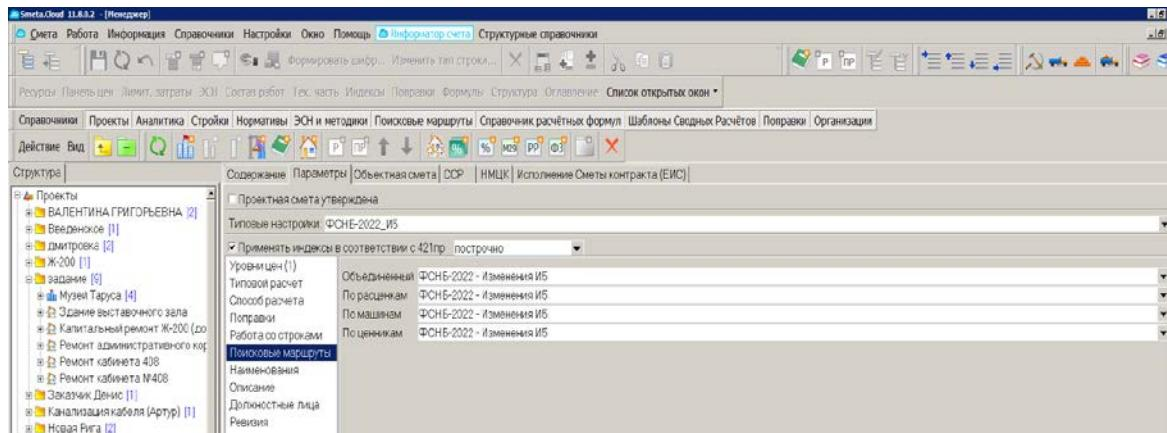

Рис. 9. Проверка поискового маршрута
- необходимо проверить на вкладке «Поисковые маршруты» чтобы НБ и дополнения к ней совпадали с выбранными типовыми настройками (рис.9).